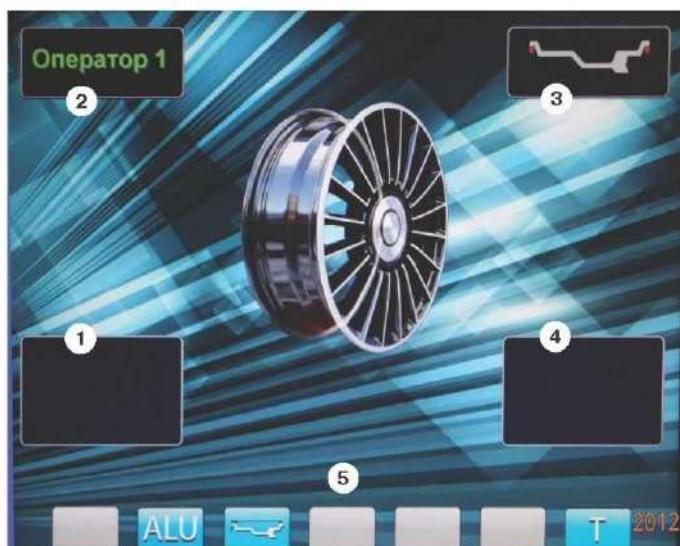

рис.8.2.
8.3. После включения питания СБ на экране монитора отображается фирменная заставка, которая через несколько секунд сменяется отображением экрана основного рабочего режима (рис. 8.2).
122. При включении СБ программа измерения дисбаланса настраивается таким образом, что дисбаланс менее 5 г ( заводская установка) на любой плоскости коррекции не показывается, в этом случае в окнах 1 и 4 (рис. 8.2) высвечиваются «OK». Минимальный
12.3.3. Для проверки результатов балансировки снова запустите СБ. Если колесо отбалансировано правильно, на индикаторах 1 и 4 (рис. 8.2.) отображаются символы «OK».